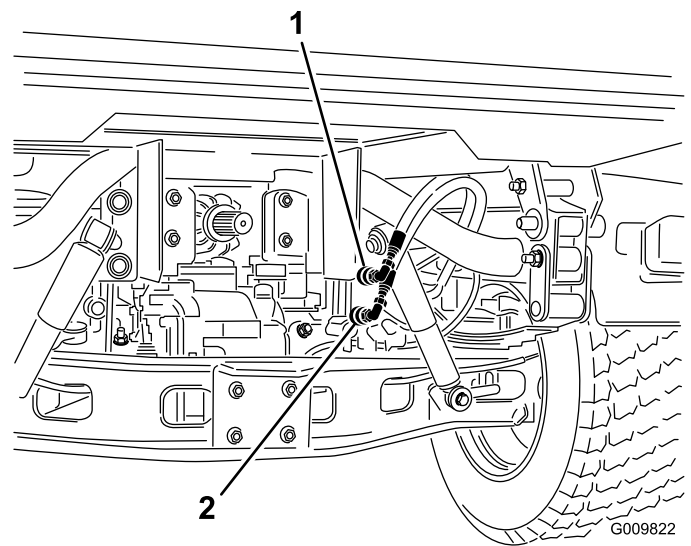

Figura 79
2. Desligue, em ambos os veículos, as duas mangueiras de acoplamento rápido das mangueiras ligadas ao suporte do acoplamento (Figura 79).